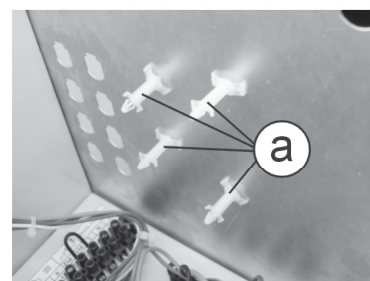

рис. 2
4. Из соединительного набора выньте 4 пластмассовые соединительные втулки и более широким концом вставьте их в отверстия электрощита (рис. 2/a)